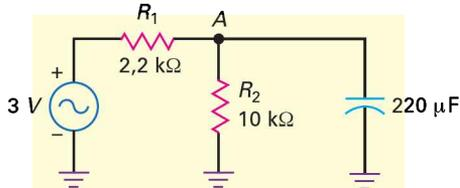

Figure 8.32
- 8.5** D'après la figure 8.32, quelle est la fréquence la plus basse pour un bon découplage ?
- 8.6** Si la résistance en série de la figure 8.32 passe à $10\text{ k}\Omega$, quelle est la fréquence la plus basse pour un bon découplage ?
- 8.7** Si le condensateur de la figure 8.32 passe à $47\text{ }\mu\text{F}$, quelle est la fréquence la plus basse pour un bon découplage ?
- 8.8** Si la fréquence d'entrée la plus basse de la figure 8.32 est 1 kHz , quelle valeur de C faut-il pour un bon découplage ?
8.36 Supposons que vous êtes dans un laboratoire en train de vérifier le circuit de la figure 8.32. Lorsque vous augmentez la fréquence du générateur, la tension en A diminue jusqu'à devenir difficile à mesurer. En continuant d'augmenter la fréquence au-delà de 10 MHz, la tension au point A recommence à croître. Pouvez-vous dire ce qui se passe ?